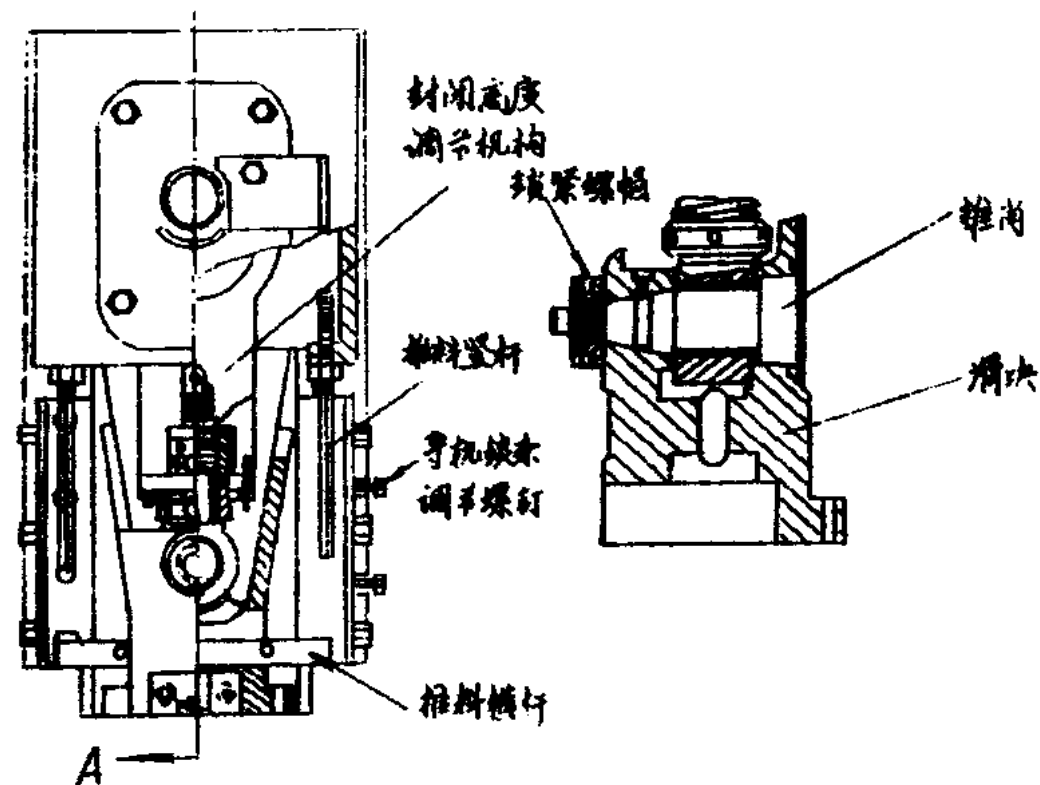

图6 Torc-pac 可倾压力机的滑
⑧不采用球头螺杆，而借助于锥肖使螺杆与滑块相连接(图6)。当冲头卡死于凹模内时，松开锁紧螺母，向后敲动锥肖，连杆与滑块之间产生间隙，从而可以退出卡死状态。复位时也比较方便。[1][2]